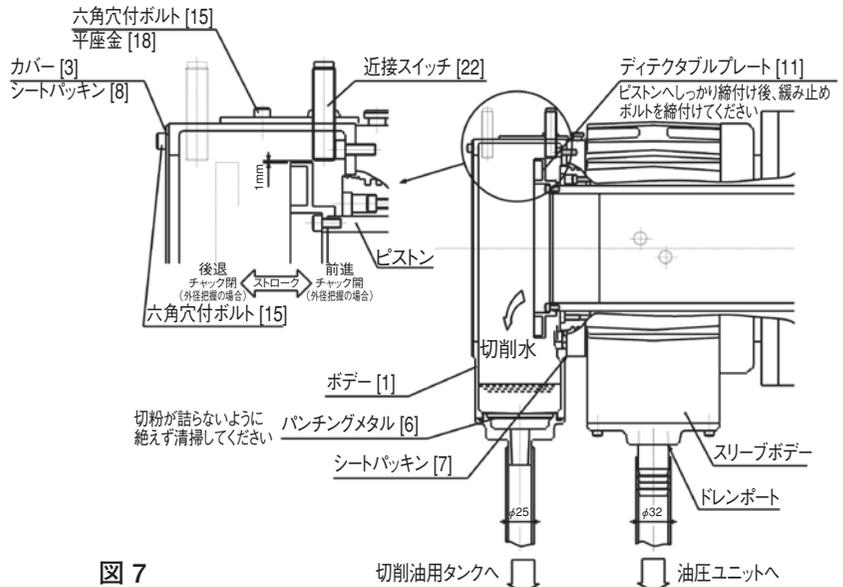

図 7
(内径φ25) (図7)
近接スイッチの位置調整については下記の手順で行ってください。(図7)
- 切削油がクーラントコレクタから溢れ出た場合、スリーブボデー側へ切削油が混入します。切削油がクーラントコレクタ内に溜まらないように絶えずパンチングメタルを清掃し切粉詰りに十分注意すること。(図7)